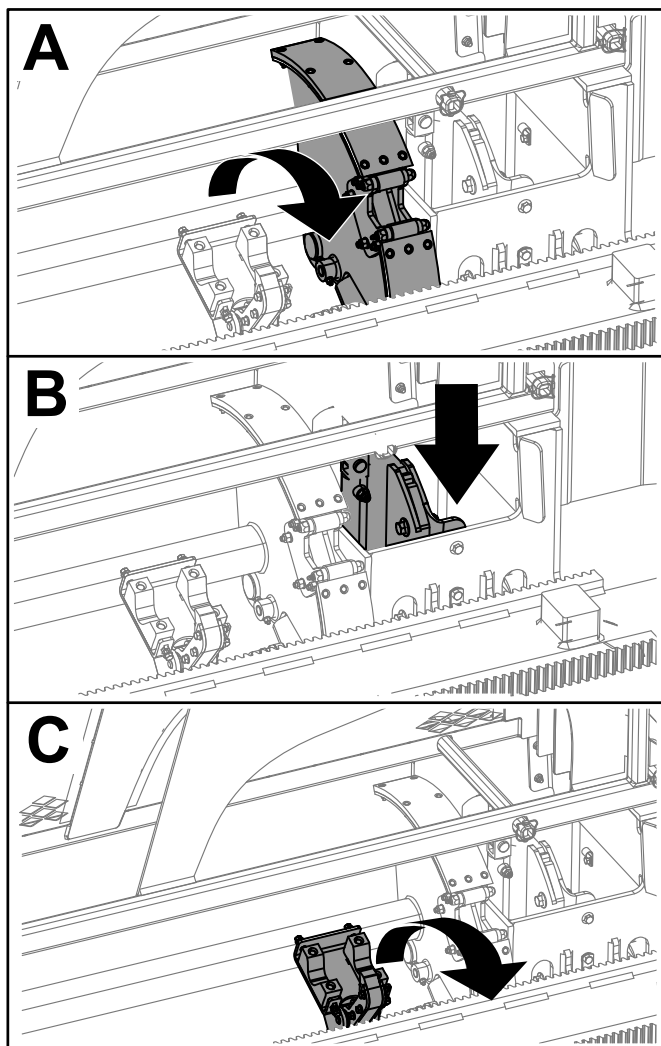

Figure 10
3. Maintenez le bas de l'interrupteur à bascule enfoncé (Figure 9) jusqu'à ce que les 3 événements suivants se produisent (Figure 10) :